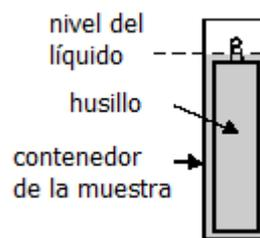

Fig.10: Adaptateur LCP plein
- Placez le crochet (H) sur le mobile (L).
- Insérez le mobile (L) dans la jaquette de circulation. (Veuillez consulter la note ** qui se trouve dans la partie inférieure).
- Fixez le connecteur (G) au viscosimètre (dans le trou qui se trouve dans la partie suivante du récipient métallique du viscosimètre). Choisissez le trou du bas, celui d'en haut étant réservé aux accessoires universels.
- Vérifiez le niveau de l'échantillon. Le niveau de l'échantillon devra être approximativement au milieu du cône qui est connecté au crochet du connecteur du mobile (H). Veuillez consulter la figure 10 pour toutes informations supplémentaires.
- Placez le bouchon supérieur (N).